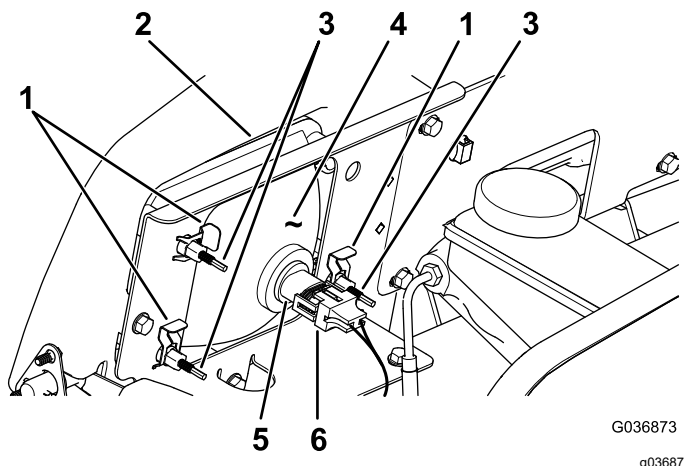

Figura 37
3. Desconecte el conector eléctrico del arnés de cables del conector del conjunto de la lámpara (Figura 37).
4. Retire los conectores rápidos que sujetan el faro al soporte del faro (Figura 37).
5. Retire el faro desplazándolo hacia adelante y pasándolo por el hueco del parachoques delantero (Figura 37).
6. Introduzca el faro nuevo a través del hueco del parachoques (Figura 37).
7. Sujete el conjunto del faro con los conectores rápidos que se retiraron en el paso (4).
8. Conecte el conector eléctrico del arnés de cables al conector del conjunto de la lámpara (Figura 37).
2. En la parte trasera del faro, gire los tornillos de ajuste (Figura 37) para pivotar el conjunto y ajustar de la posición del haz de luz.